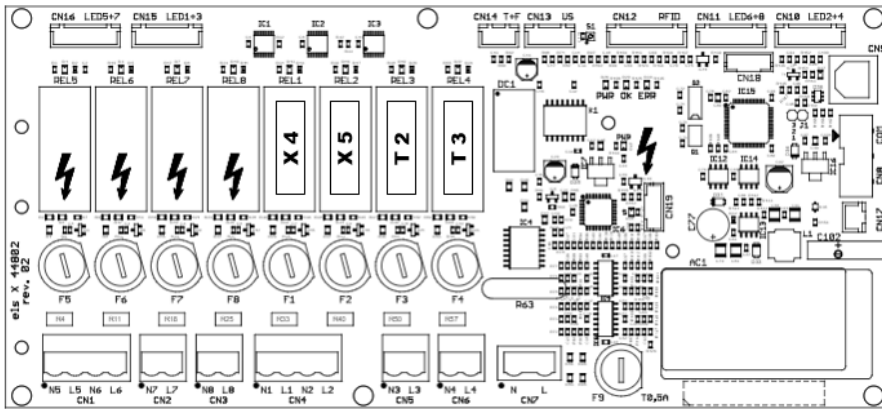

Abb. 15: Position der Sicherungen
- ▶ Identifizieren Sie die Sicherungen anhand der Bezeichnungen **E1**(Schaltschrankheizung optional), **X4** (Ladepunkt von vorne gesehen oben links), **X5** (Ladepunkt von vorne gesehen oben rechts), **T2** (Ladepunkt von vorne gesehen unten links) und **T3** (Ladepunkt von vorne gesehen unten rechts) auf der Elektronikplatine (Abb. 15).